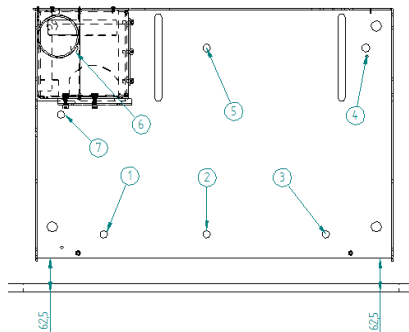

Figura 5 – Colocación equipo
- Como se puede ver en la Figura 5 ha de dejar una distancia de 62,5mm desde la base al frontal de la pared. Asegurando que queden perfectamente paralelas.